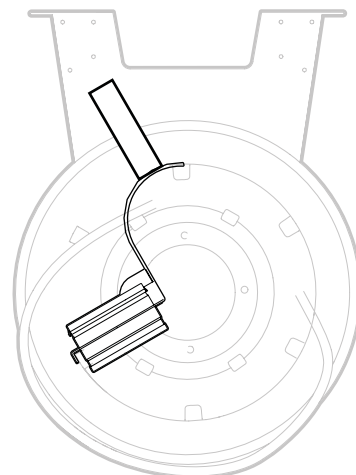
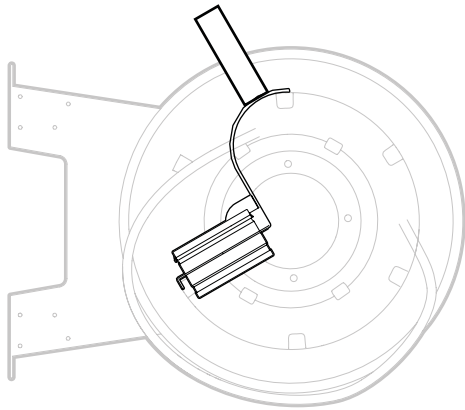

Fig. 8
Fig. 9
4. Continúe desenrollando el tambor hasta que la entrada esté 1/3 de vuelta antes de la posición final deseada. Consulte la Fig. 8 para el montaje en el techos y la Fig. 9 para el montaje mural/en el suelo.